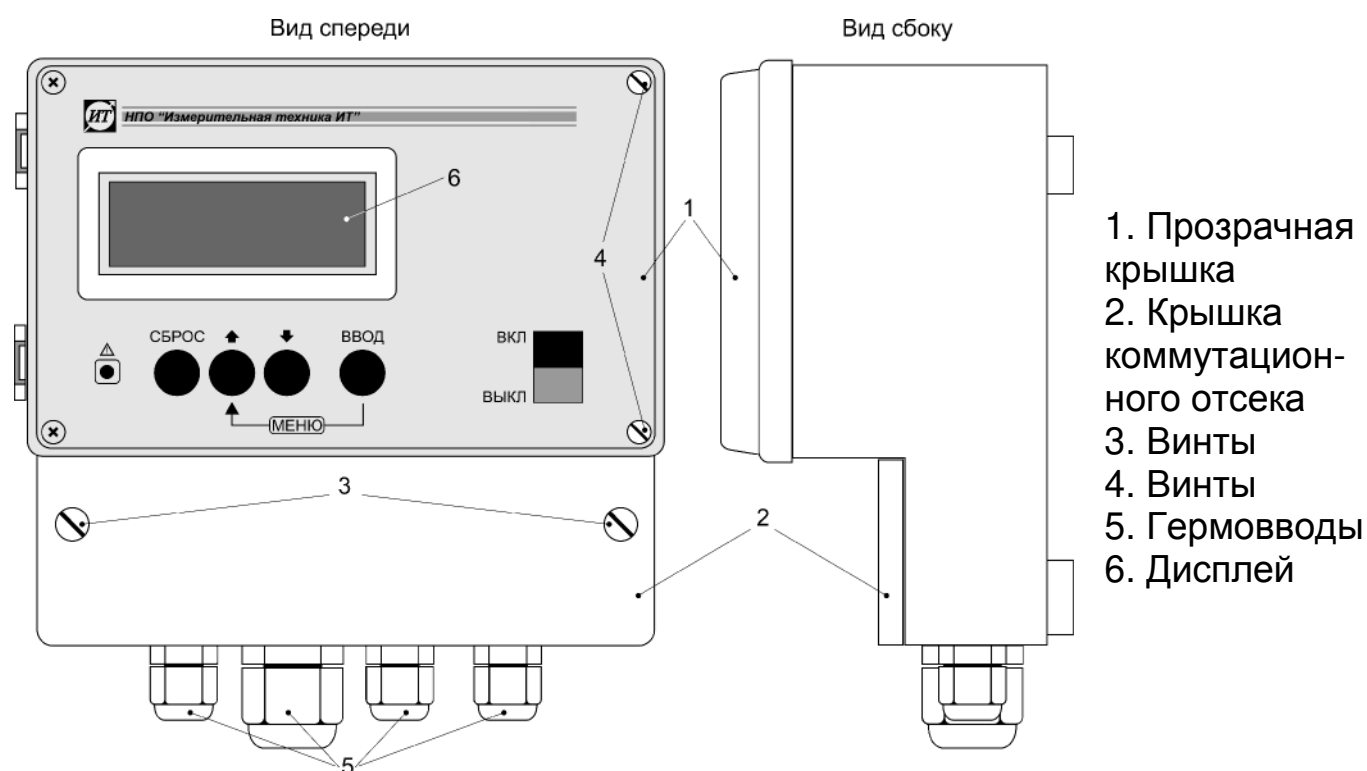

Рисунок 2 - Блок индикации и управления
**4.2.4** Отвинтить винты (3) и открыть крышку (1) блока индикации и управления (рисунок 2).
Для включения преобразователя следует открыть прозрачную защитную крышку блока индикации и управления. Для этого необходимо отвернуть два винта (4 рисунок 2). Переключить клавишу «ВКЛ/ВЫКЛ» в положение «ВКЛ». При этом на дисплее кратковременно высветится информация о номере прибора в сети (для работы с компьютером) и протокол связи RS 485. Затем прибор переходит в режим измерения в соответствии с теми установками, которые были произведены ранее.